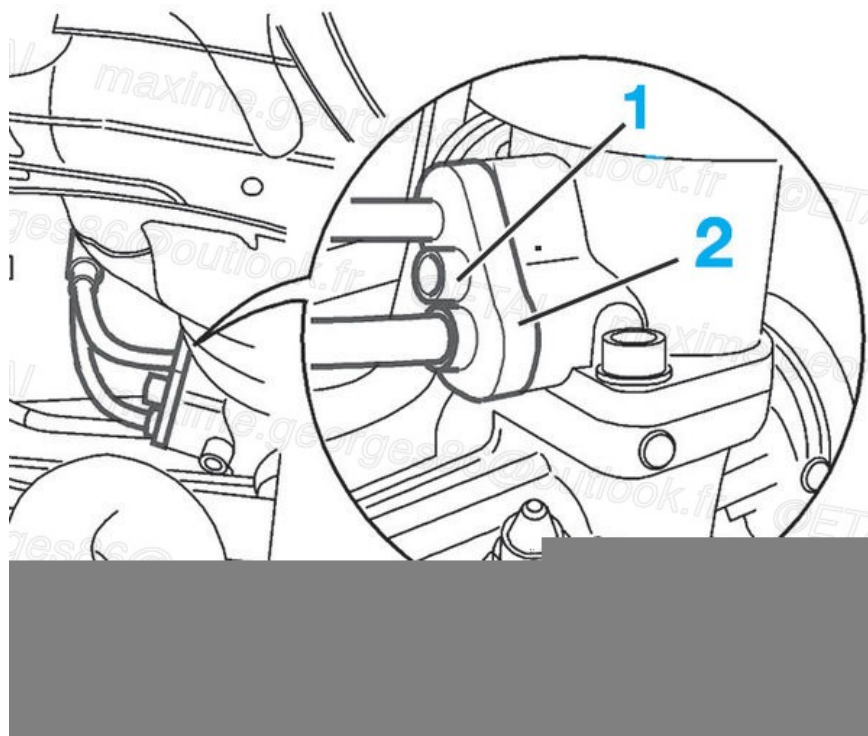

Fig.14
- Déposer les vis (3) et (4) de fixation du berceau et le descendre progressivement de 60 mm environ.
- Déposer la vis (1) (Fig.14) (/media/RTA/RTA_714/RTA714A-006-014X.jpg).
- À l'aide d'un tournevis, écarter la bride (2) de la valve.